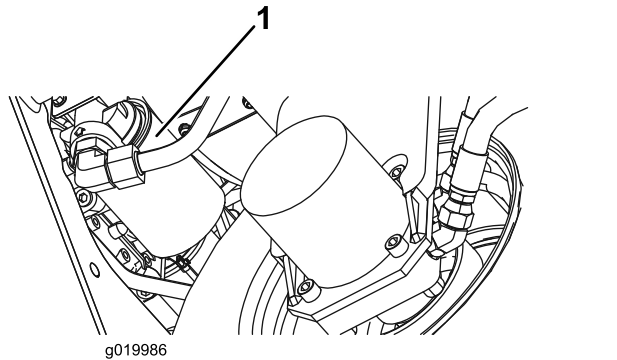

图 78
2. 清洁过滤器安装区周围的区域。在过滤器 (图 78) 下面放置一个放油盘并拆下过滤器。